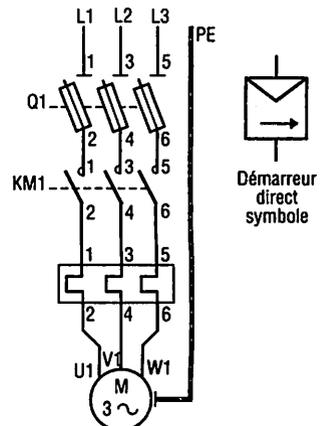

Fig. 3 : Démarrage direct par contacteur et son symbole.
a) Circuit de puissance (fig. 3)